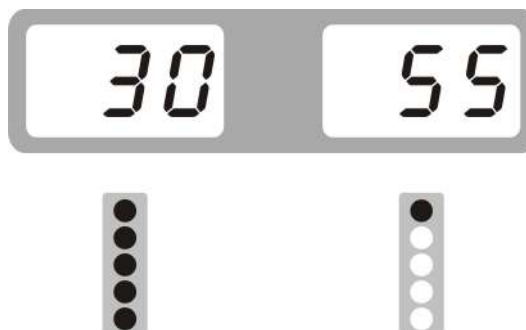

Рис.7
6) Медленно вращайте колесо против часовой стрелки до тех пор, пока внутренний индикатор дисбаланса на загорится полностью: в положении 12 часов находится дисбаланс, как показано на рисунках ниже. Прикрепите соответствующий балансировочный груз к внутренней стороне обода колеса. См. рис.7.